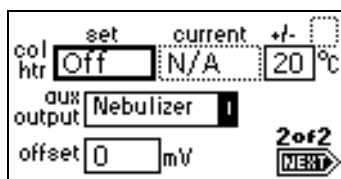

图 3-8 色谱柱加热器温度控制 Home 屏幕
1. 按 **Temp °C**、**Next** 键。出现“色谱柱加热器温度控制” Home 屏幕（图 3-8）。